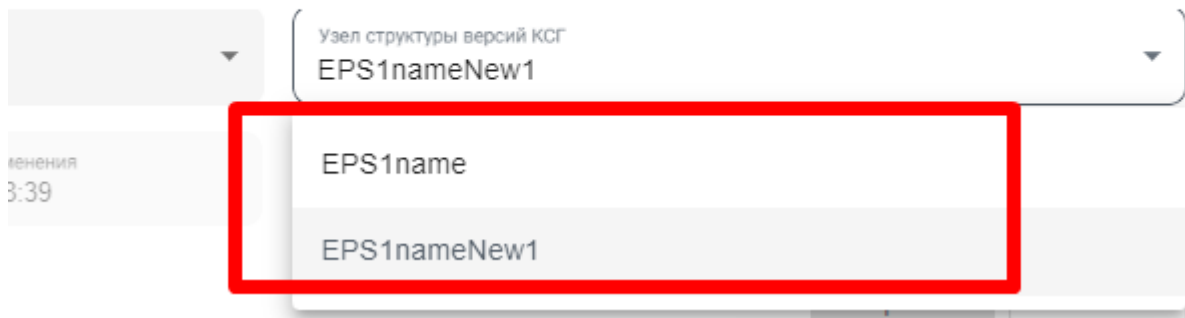

Рисунок 57– Раздел «Проекты», перенос графика в другую папку структуры
3. В модальном окне выбрать папку, в которую необходимо перенести выбранный график, например, в папку «Архив» и нажать «Выбрать» (Рисунок 57).